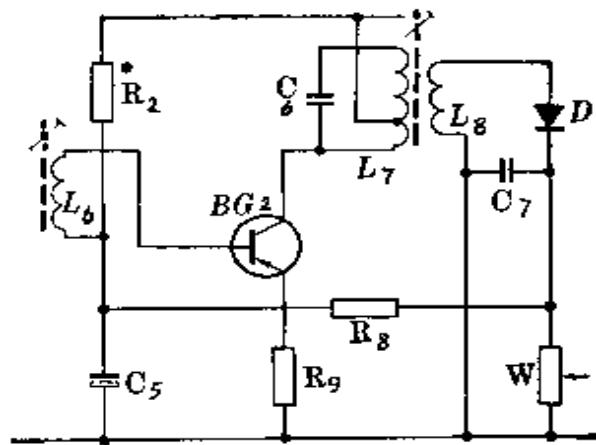

图 8-18
2. 中频放大器电路：图 8-18 是超外差式五管机的中频放大器电路(采用分压式电流负反馈偏置电路)。电路中,  $R_2$  为  $BG_2$  的上偏流电阻,  $R_8$  与电位器  $W$  共同组成  $BG_2$  的下偏流电阻。发射极电阻  $R_9$  用于稳定三极管的工作点。在  $R_9$  两端没有并联旁路电容, 让交流信号通过  $R_9$ , 这样做交流信号虽然会有一些损失, 但能够改善音质。 $C_6$  和中频变压器初级  $L_7$  组成选频电路。 $C_5$  是旁路电容, 同时又与  $R_8$  构成自动增益控制电